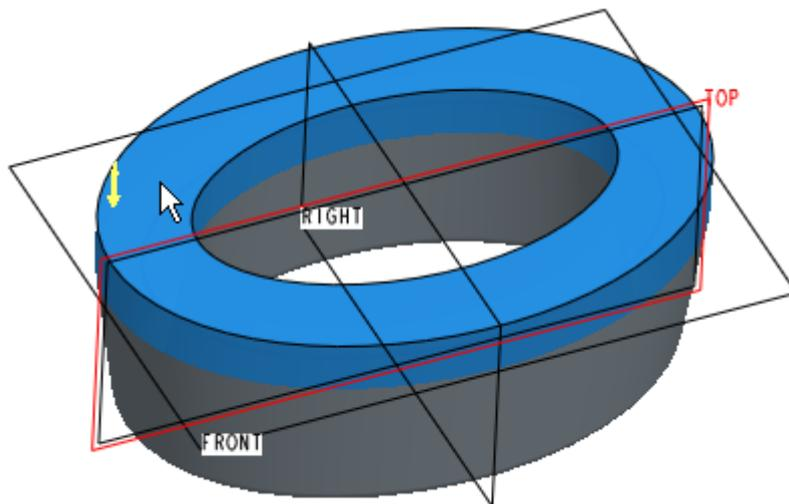

图 49-8
(2) 单击按钮 ，打开【剖面】对话框，选择图 49-8 中光标指示的曲面为草绘平面，选择 TOP 基准面为视图方向参照。